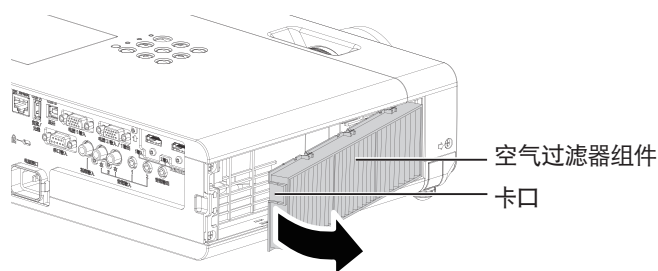

图 2
- 手指放在空气过滤器组件左侧的卡扣，按照图中的箭头所示方向(图2)打开空气过滤器组件并移除。